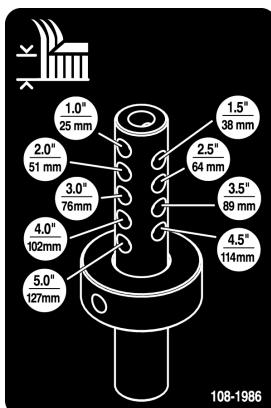

図9
6. 刈高ロッドについている刈高穴から希望する刈高を選び、そこに刈高カラーをセットする(図9)。